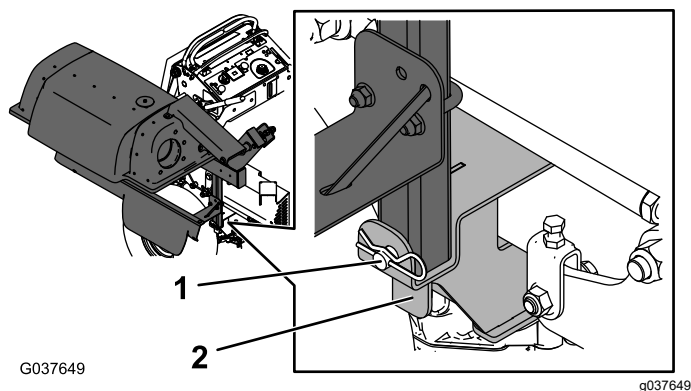

Figura 15
3. Prenda o lado dianteiro inferior da estrutura do depósito de recolha ao suporte de montagem da transmissão utilizando um passador de forquilha e um perno de gancho (Figura 15).